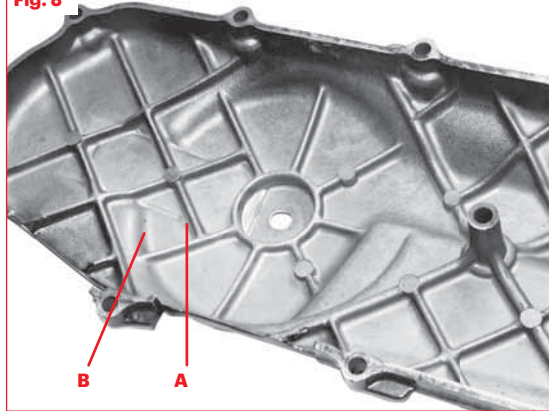

Fig. 9
- Aplicar la pasta de sílica en el fondo del cárter tal y cómo se indica en la **Fig. 9**.